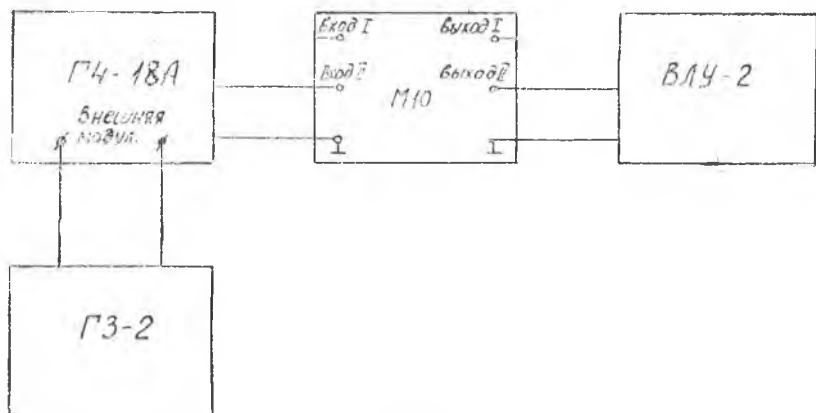
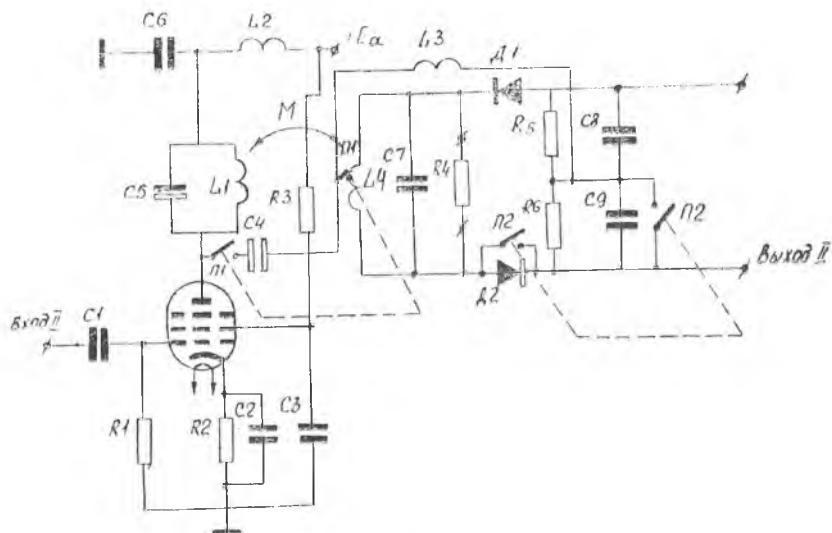

Рис. 9.1.
Рис. 9.2.
ковой частоты ГЗ-2 (для исследования амплитудного детектора) и ламповый вольтметр ВЛУ-2. Блок-схема лабораторной установки приведена на рис. 9.1. Принципиальная схема лабораторного макета приведена на рис. 9.2.
1. Собрать установку согласно блок-схемы рис. 9.1.
1. Отключить от лабораторной установки (рис. 9.1.) генератор ГЗ-2.